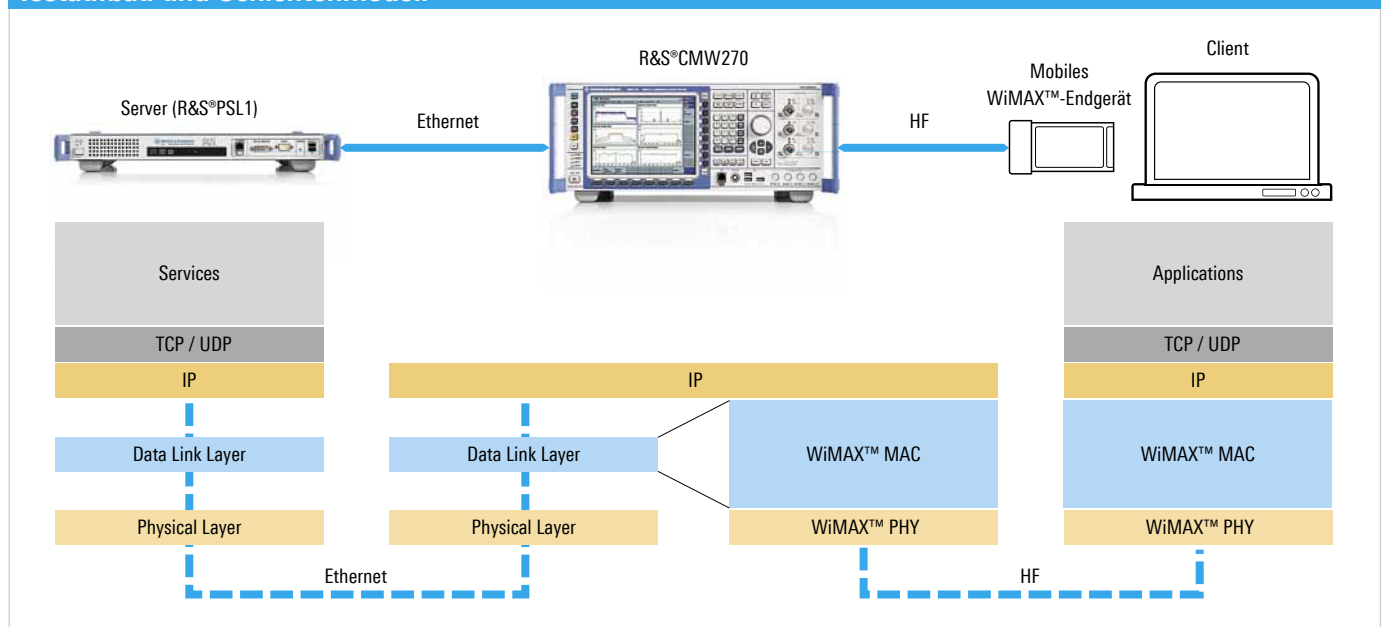

BILD 1 Testaufbau für Ende-zu-Ende-Test von WiMAX™-Endgeräten und das entsprechende Schichtenmodell.
Die meisten Internet-Anwendungen basieren auf dem Internet-Protokoll (IP) nach dem Server-Client-Prinzip. Dabei verwendet der Client ein mobiles WiMAX™-Endgerät, um Dienste zu nutzen, die ein Server in einem Netzwerk bereitstellt (BILD 1). Beim verwendeten Testaufbau wird ein externer Server via Ethernet mit dem R&S®CMW270 verbunden. Letzterer agiert als WiMAX™-Basisstationsemulator zwischen Server und Client und überträgt die Datenpakete vom Server über die WiMAX™-Luftschnittstelle an den Client. Durch die offene Architektur stehen verschiedene Möglichkeiten zur Verfügung, das Design mit typischen Applikationen, wie sie Endanwender nutzen, zu überprüfen, beispielsweise mit